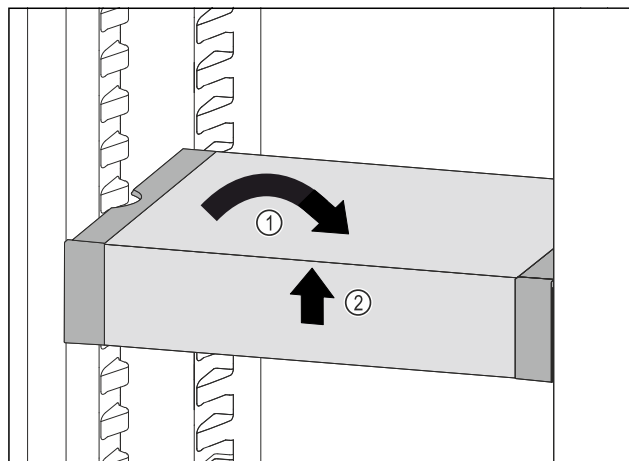

Fig. 57
- ▶ Ställ VarioSafe rakt. Fig. 57 (1)
- ▶ Lyft VarioSafe framåt. Fig. 57 (2)